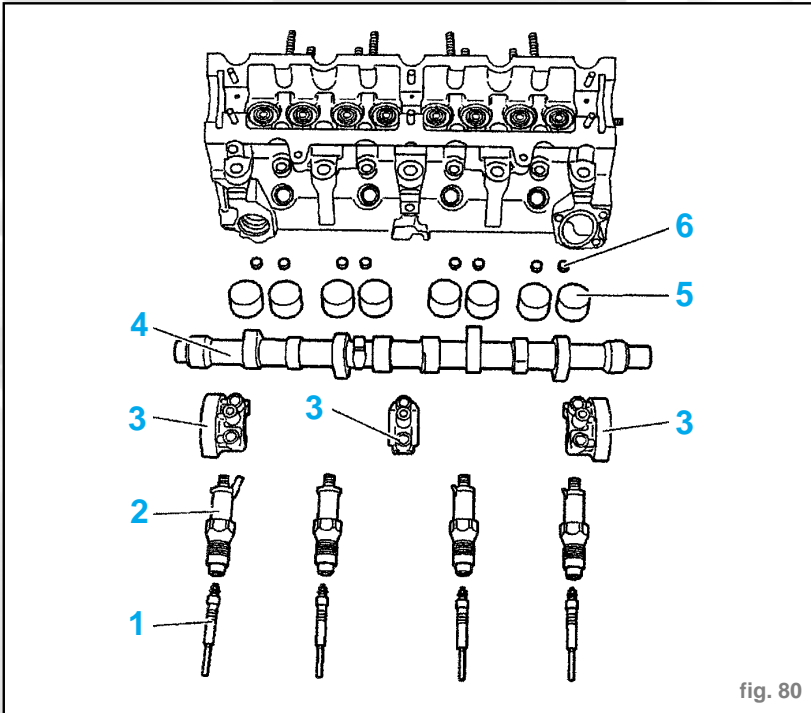
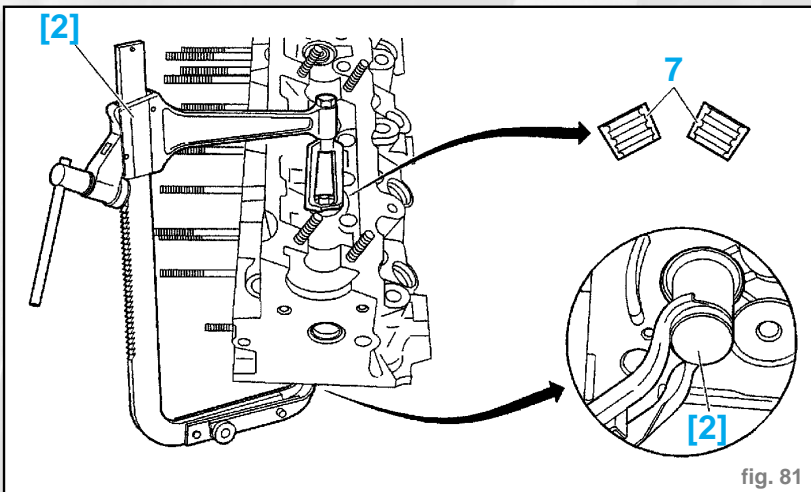

fig. 80
fig. 81
- les bougies de préchauffage (1) (fig. 80)
- les injecteurs diesel (2)
- Mettre en place l'outil [2] genre FACOM U43LA (fig. 81).
- les demi-cônes (7)
- Comprimer le ressort à l'aide du compresseur [2] (fig. 81).
- Reposer les demi-cônes (7).
- les grains de réglage (6) (fig. 80)
- les poussoirs de soupapes (5)